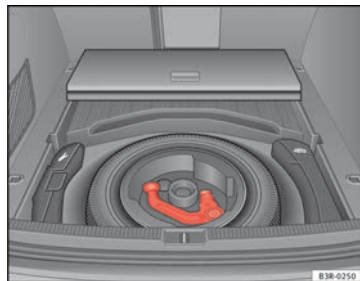

Fig. 166 Maletero: Rueda de repuesto con dispositivo para remolque
- Para vehículos con rueda de repuesto ⇒ fig. 166.